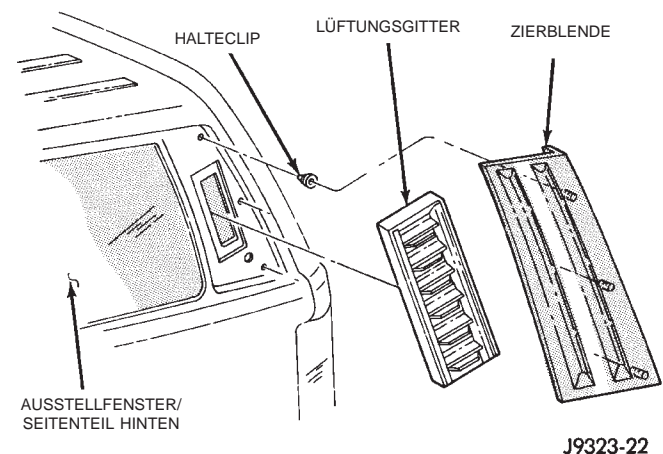

Abb. 72 Zierblende, Seitenteil hinten & Lüftungsgitter
- (1) Mit einem Kunststoffhartstab die Zierblende vorsichtig vom Blech abhebeln (Abb. 72).
- (2) Mit der flachen Klinge eines Schraubendrehers das Lüftungsgitter vorsichtig vom hinteren Seitenteil abhebeln.